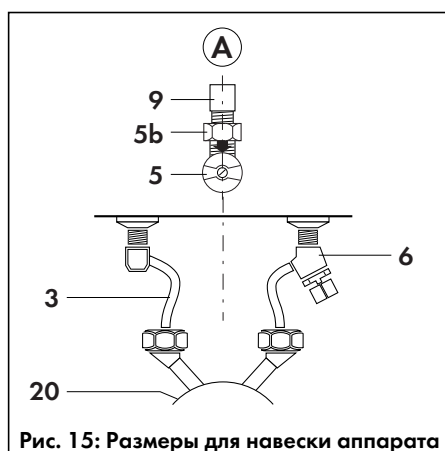

Рис. 15: Размеры для навески аппарата
- Установив прокладки, навинтите накидные гайки предварительно смонтированных подсоединений водопровода холодной и горячей воды (6) и (3) на соответствующие штуцеры водяного блока аппарата (20), как показано на рис. 15, и затяните резьбовые соединения.
- Если предусмотрена установка арматуры непосредственного разбора № 9011, подсоедините её к водяному блоку аппарата (20), вывинтив предварительно резьбовые заглушки для слива.
- Если не предусмотрен удалённый водоразбор от аппарата, заглушите штуцер для подключения водопровода горячей воды в водяном блоке аппарата (20).